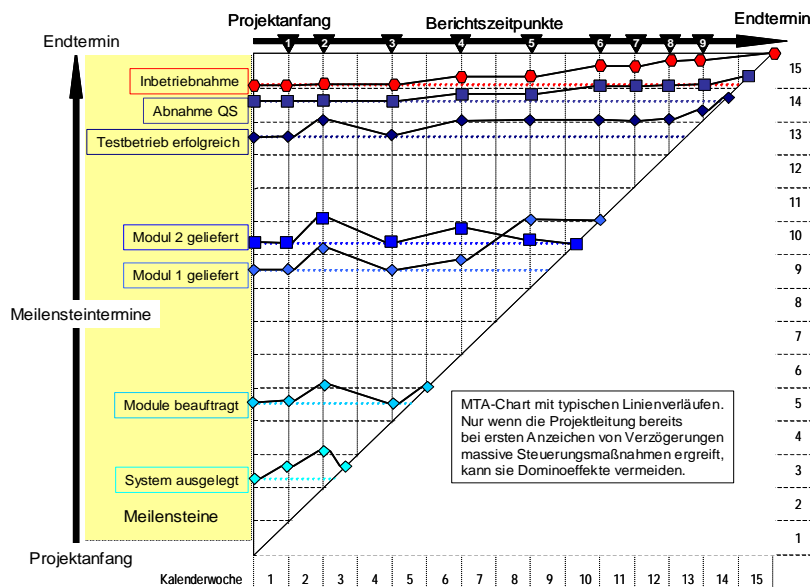

Bild 2: Die Meilensteintrendanalyse visualisiert den zeitlichen Status des Projekts auf einen Blick.
- Die verschiedenen Prognosen der Meilensteine verbindet man zu Trendlinien. Jeder Meilenstein erhält so im Lauf des Projekts seine eigene "Fieberkurve". Bild 2 zeigt die Trendlinien der sieben Meilensteine zum Abschluss des Projekts.